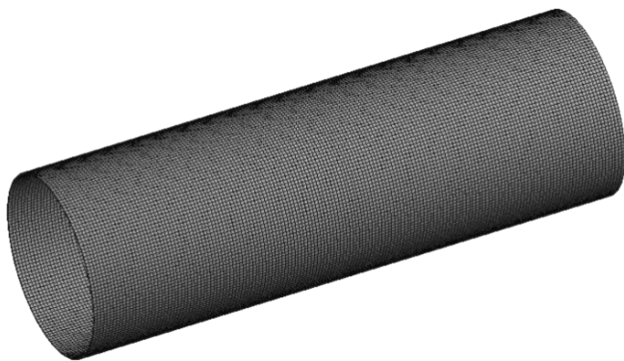

图 4-72 网格划分
(1) 在导航树里单击【Mesh】→【Details of "Mesh"】→【Defaults】→【Relevance】= 100；【Sizing】→【Size Function】= Adaptive，【Sizing】→【Relevance Center】= Medium，【Sizing】→【Element Size】= 30mm，其他均默认。
(2) 在标准工具栏中单击 ，选择筒体模型的外表面，右键单击【Mesh】→【Insert】→【Mapped Face Meshing】→【Method】= Quadrilaterals。
(3) 生成网格：右键单击【Mesh】→【Generate Mesh】，图形区域显示程序生成的网格模型，如图 4-72 所示。